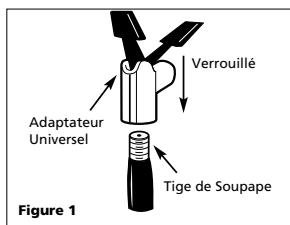

Figure 1
en place sur la tige de soupape (Voir Figure 1).
- Pour utiliser les accessoires de gonflage, introduire la pièce dans l'adaptateur universel et presser le levier pour le verrouiller en place (Voir Figure 1). L'accessoire de gonflage s'ajustera avec sûreté.